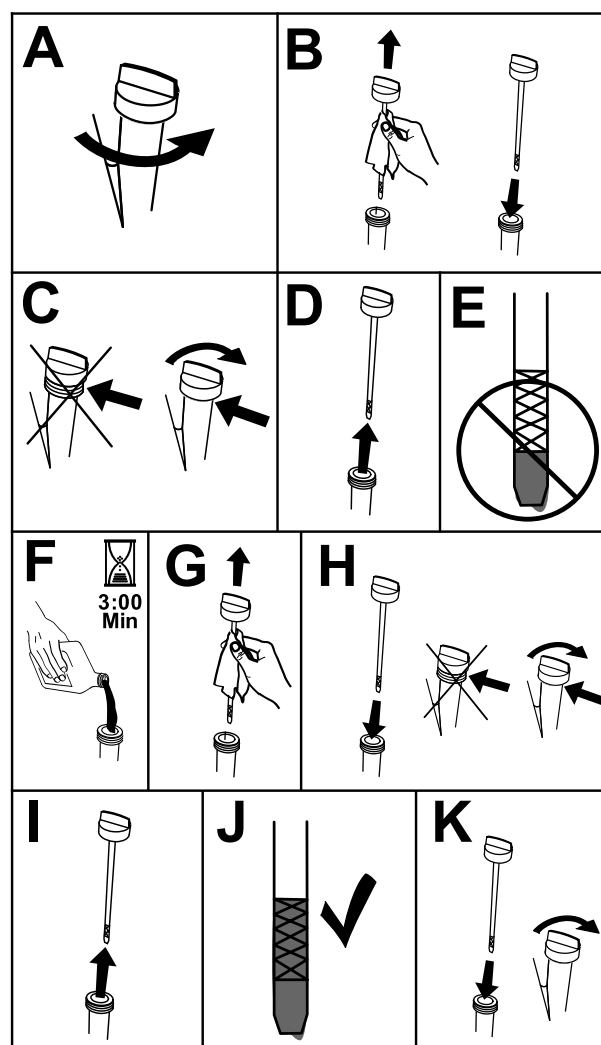

Figure 41
3. Pour éviter de faire tomber des déchets d'herbe, des saletés, etc., dans le moteur, nettoyez la surface autour du bouchon de remplissage-jauge d'huile avant de le retirer (Figure 41).